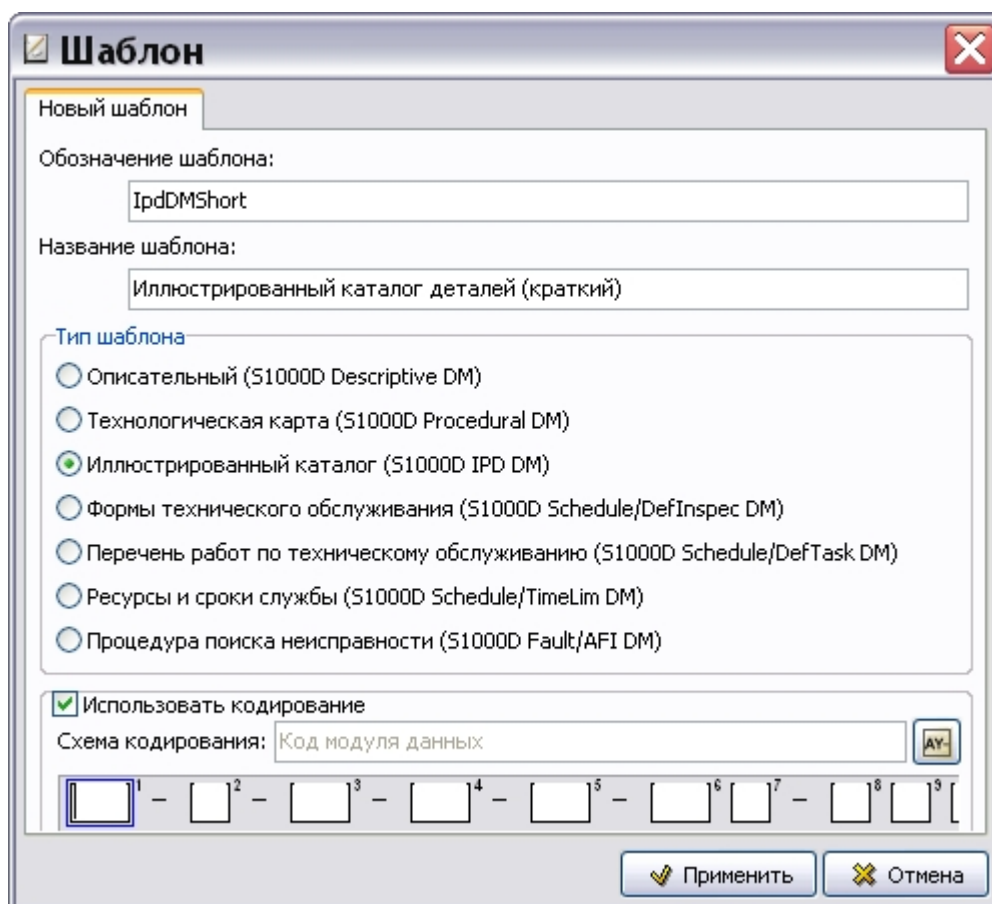

Рис. 3.15
2. В диалоговом окне **Шаблон** введите обозначение шаблона – «IpdDMShort» и название – «Иллюстрированный каталог деталей (краткий)» (Рис. 3.15).